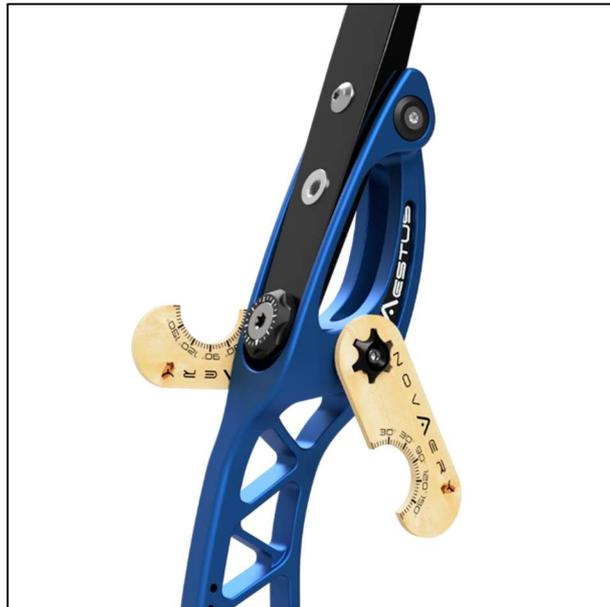

Bild 13: F.L.A.T.-Tool für die Wurfarmausrichtung
- 2.5. Ändere die Einstellung gemäß folgender Hinweise. Das F.L.A.T.-Tool wird gemäß Bild 13 angewendet.